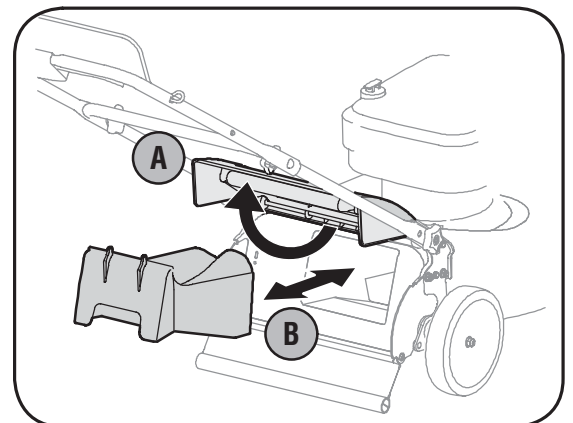

Figure 3-4
6. Démontez le bouchon de déchetage arrière avant d'installer le sac à herbe. Voir la Figure 3-4.
- b. Installez le bouchon de déchetage arrière de la façon illustrée à la Figure 3-4 et relâchez le clapet d'éjection arrière.